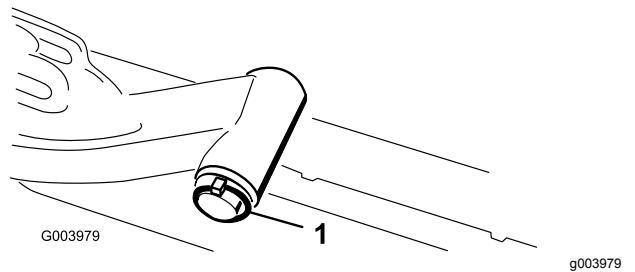

図 11
- A. 昇降アームピボットのシャフトを昇降アームに固定しているリンチピンとワッシャを外し、昇降アームからピボットのシャフトを抜き出す図 11。
C. 昇降アームのシャフトを昇降アームに通して、ワッシャとリンチpinで固定する 図 11。